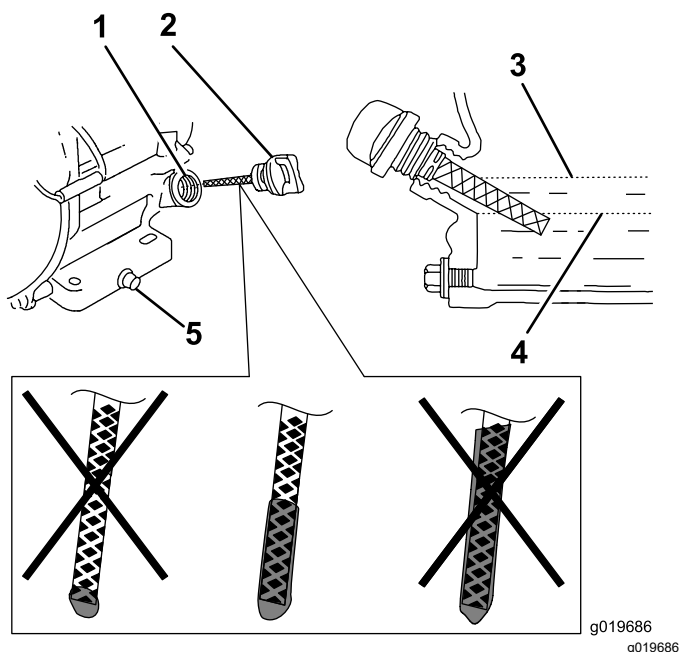

Рисунок 30
6. Выньте масломерный щуп и проверьте уровень масла в двигателе (Рисунок 30).